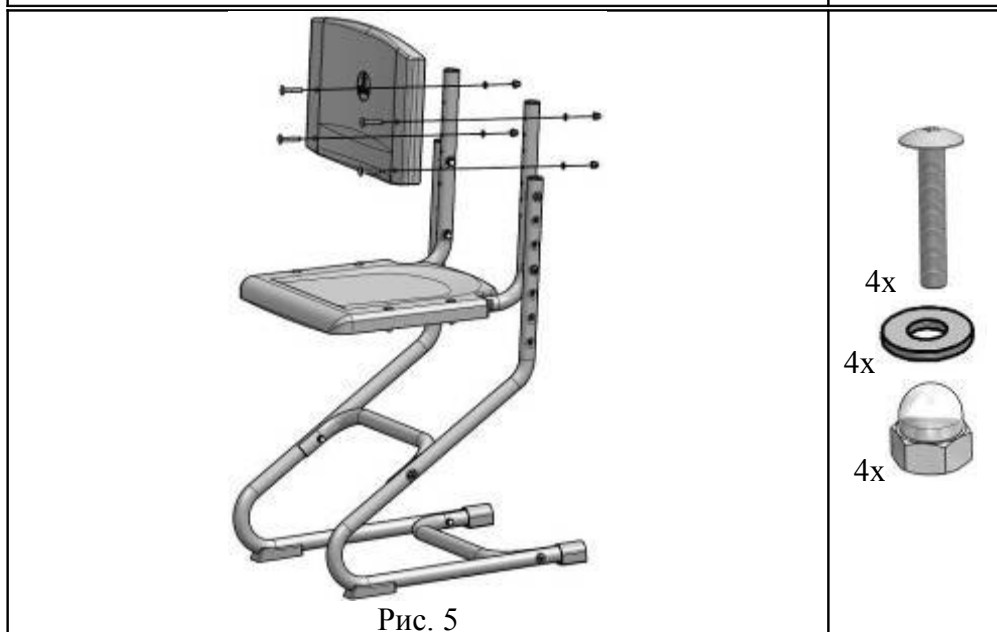

Рис. 5
5) посредством винтов специальных (поз. 7) и колпачковых гаек (поз. 9), с установкой под гайками шайб 6 (поз. 8). (См. рис. 5)
4.2.1. Для регулировки сиденья по высоте следует отвернуть колпачковые гайки (поз. 9), снять с винтов специальных (поз. 7) шайбы (поз. 8), снять спинку (поз. 5) (см. рис. 5). Отвернуть колпачковые гайки (поз. 9), снять с винтов (поз.12) шайбы (поз. 8), вынуть винты (поз.12) из отверстий (см. рис. 2) и переместить кронштейны (поз. 2) относительно стоек боковых (поз. 1) до нового варианта совмещения отверстий стоек (поз. 1) и кронштейнов боковых (поз. 2), в совмещенные отверстия вставить вновь винты (поз.12), одеть шайбы (поз. 8) и затянуть колпачковые гайки (поз. 9). Отрегулировать спинку на необходимую величину совместив отверстия в спинке (поз. 5) с отверстиями в кронштейнах (поз. 2), в совмещенные отверстия вставить вновь винты (поз.7) одеть шайбы (поз. 8) и затянуть колпачковые гайки (поз. 9) (см. рис. 5).